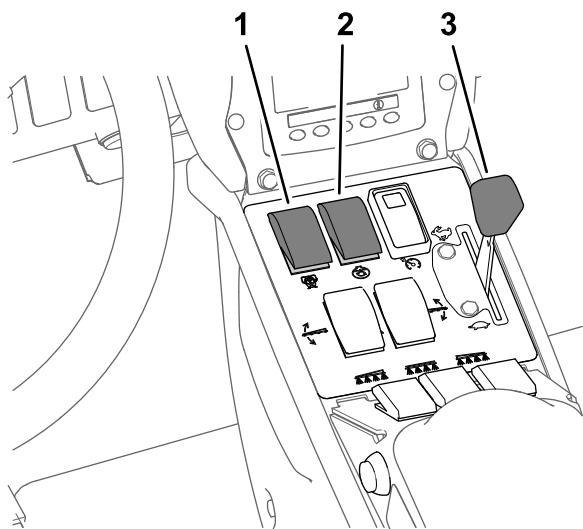

Figura 42
8. Ponga el interruptor de agitación y el interruptor de la bomba de fumigación en la posición de ACTIVADO (Figura 42).
Nota: Este procedimiento supone que la bomba de fumigación está activada; consulte Figura 42, en Fumigación en el Modo de caudal de aplicación (página 38).
4. Ajuste el acelerador a la velocidad de motor deseada para la fumigación; consulte Figura 42, en Fumigación en el Modo de caudal de aplicación (página 38).